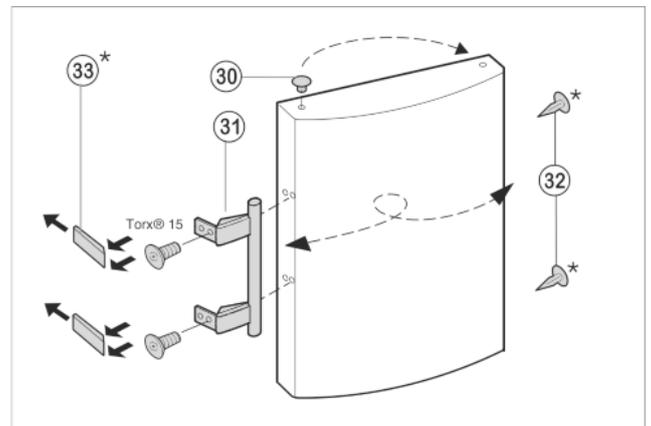

Fig. 7
- Stopfen Fig. 7 (30) aus der Tür Lagerbuchse herausheben und umsetzen.
- Türgriff Fig. 7 (31), Stopfen Fig. 7 (30) und Druckplatten Fig. 7 (33) abmontieren und auf die Gegenseite umsetzen.